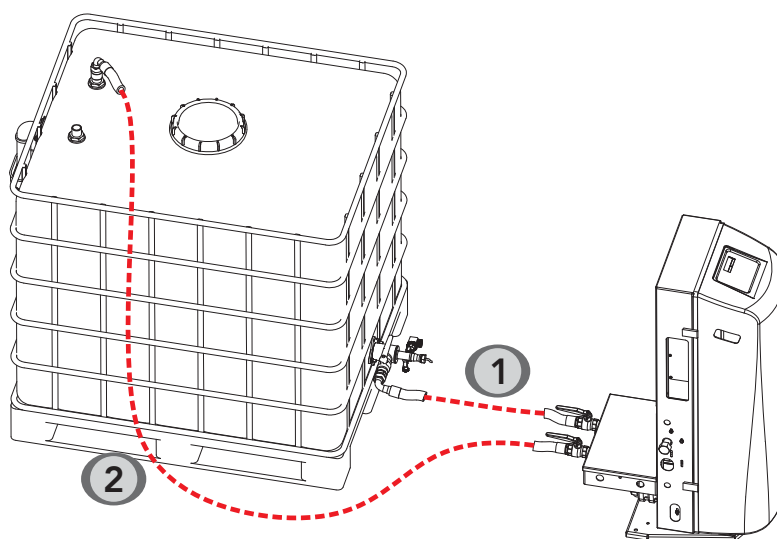

Abbildung 11: Anschluss der Umwälz- bzw. Saugleitung
Die beiden Schläuche (Saugleitung und Umwälzleitung) werden wie nachfolgend dargestellt angeschlossen (Abbildung 11).
Saugleitung (1) wird wie in Abbildung 11 dargestellt mit der Behälteranschluss-Einheit am MCA-G verbunden. Bei optionaler Ausführung der Umwälzleitung (2) wird sie an die Tankdurchführung an der Oberseite des Behälters angeschlossen.